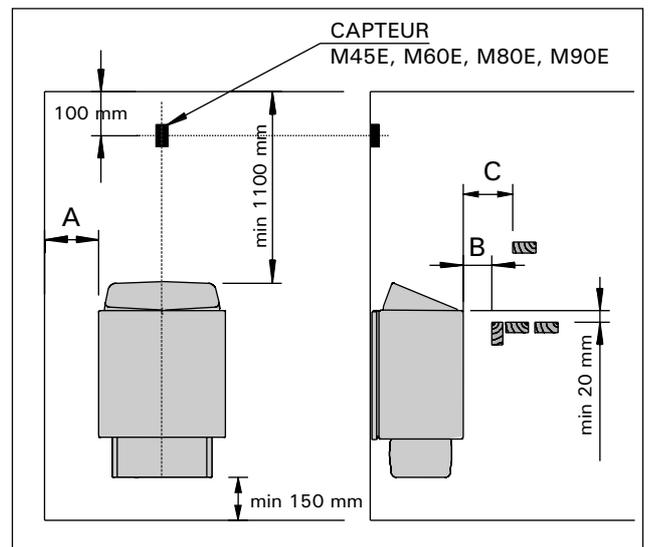
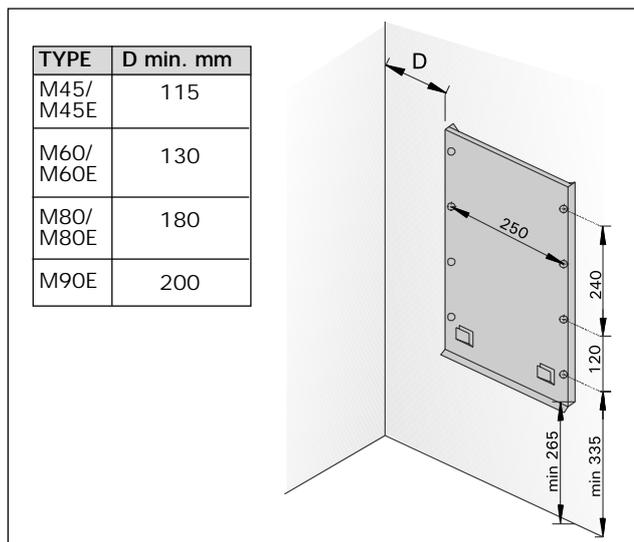

Figure 5. Distances de sécurité du poêle capteur
Figure 8. Emplacement de la console d'installation du poêle
- L'emplacement du poêle satisfait-il aux exigences de distances de sécurité minimales figurant dans le tableau 1 et la figure 5 ?
1. À l'aide des vis livrées avec le poêle, fixer la console d'installation du poêle sur le mur en respectant les distances minimales de sécurité données dans le tableau 1 et la figure 5. Les dimensions pour l'installation de la console sont présentées dans la figure 8.
Si une rambarde de sécurité est installée autour du poêle, respecter les consignes de distance de sécurité données dans la figure 5 et le tableau 1.
Installer le capteur de température sur le mur du sauna au dessus du poêle, dans l'axe central de la largeur de ce dernier, à 100 mm du plafond. Voir figure 5.